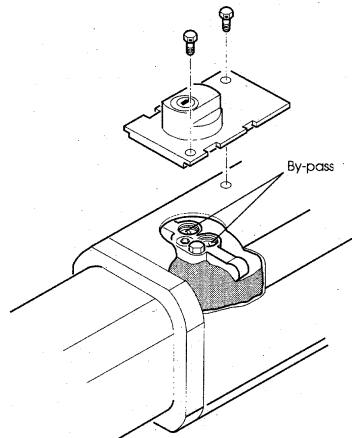

Fig. 11
La regulación del umbral de intervención se efectúa mediante los tornillos by-pass, con los cuales es posible operar desatornillando los tornillos de fijación del dispositivo de desbloqueo en el modo indicado en la Fig. 11.
**NOTA:** Para verificar que personas no autorizadas no hayan intervenido en el sistema modificando la regulación efectuada, es posible sellar los orificios pasadores de los tornillos que fijan el dispositivo de desbloqueo (Fig. 11).